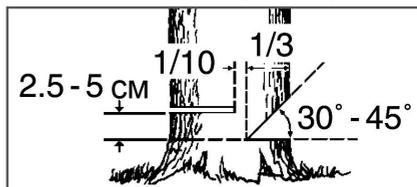

Рис. 13 Расположение запила и пропила
- Выберите направления падения дерева. Для этого следует учесть силу и направление ветра, естественный наклон дерева, равномерность распределения веток в кроне дерева. Начните пилить с той стороны дерева, куда оно должно упасть (Рис. 13).